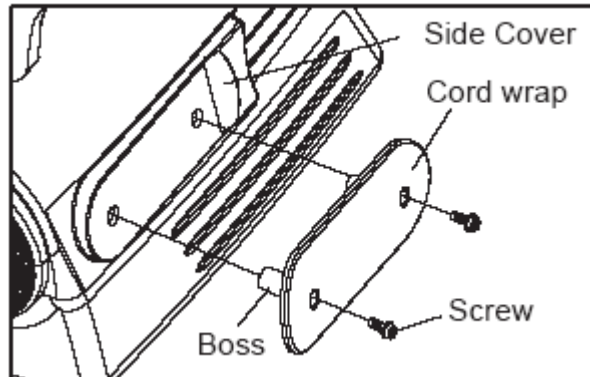

Fig. 7. Montering af ledningsholder
1. De to dupper på ledningsholderen placeres i de to huller i sidekabinettet som vist på Fig. 7.